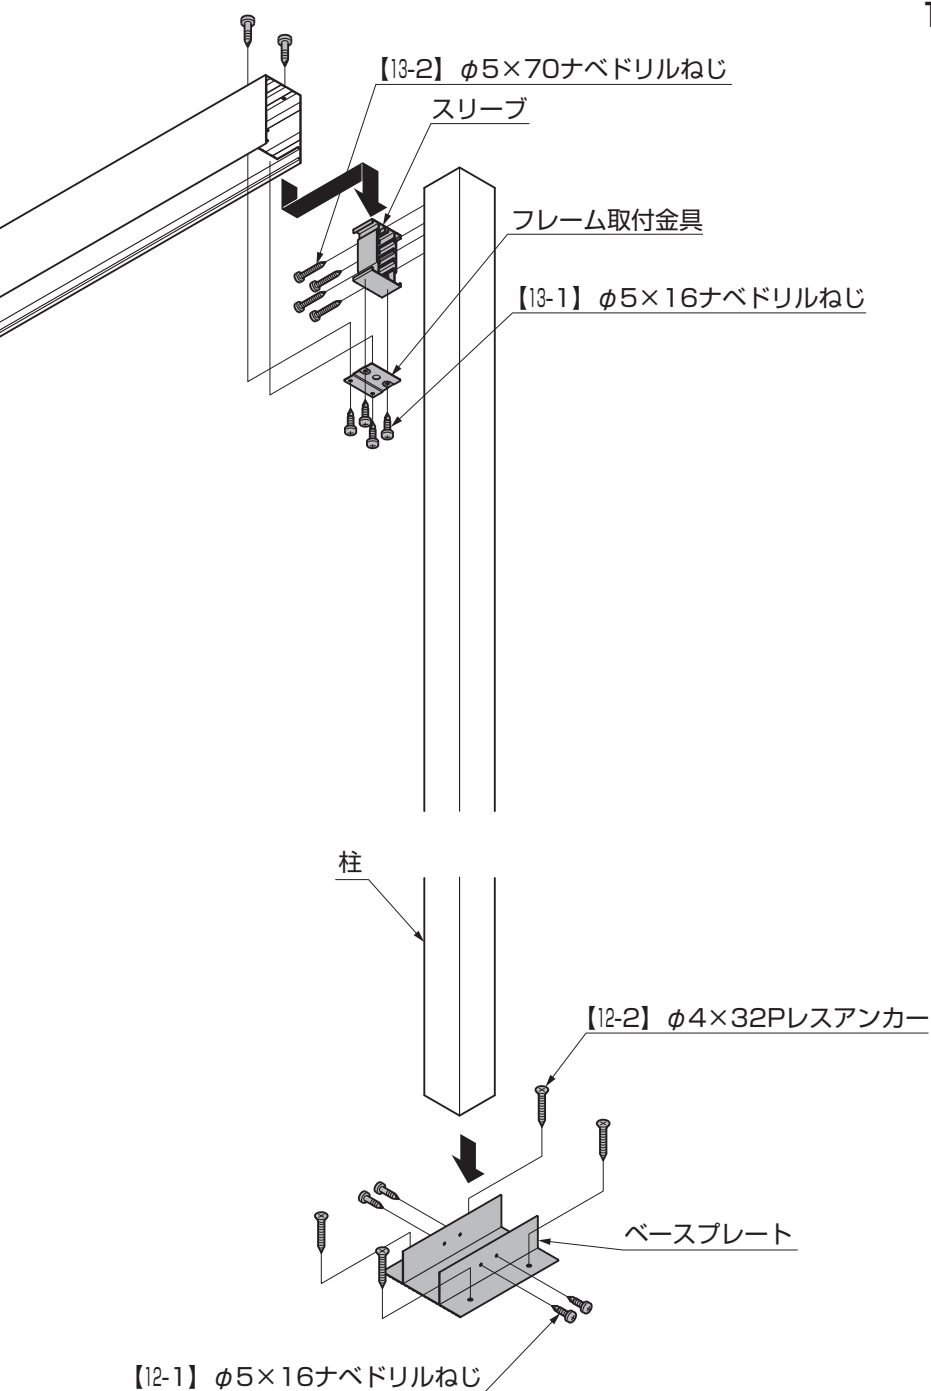

図5-2
- 柱をベースプレートを使って固定する場合は【12-1】、【12-2】で取付けてください。(図5-2参照)
- ④ スリーブをフレームに、【13-1】で取付けてください。
- ⑤ スリーブとフレームにフレーム取付金具を、【13-1】で取付けてください。